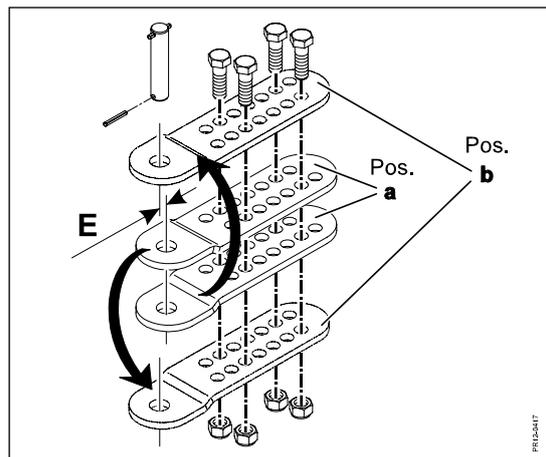

Fig. 3-10
La hauteur de coupe est réglable en inclinant le lamier et en réglant la hauteur des patins (Fig. 3-10).
**Fig. 3-10** Un autre réglage peut être fait en inversant les plaques du vérin en passant de la position «**a**» à «**b**» ou inversement (de «**b**» à «**a**»). Ceci réduit le réglage de l'intervalle **E** de 30 mm à 15 mm et double les possibilités de réglage.